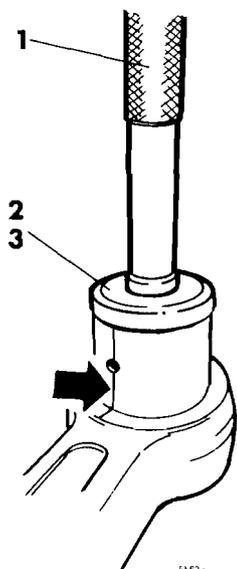

Fig. 111
- 38 Calentar la biela a unos  $+100^{\circ}\text{C}^*$ . Trazar una línea sobre el orificio del nuevo casquillo y la biela. Utilizar para ello un rotulador, véase fig. 111.